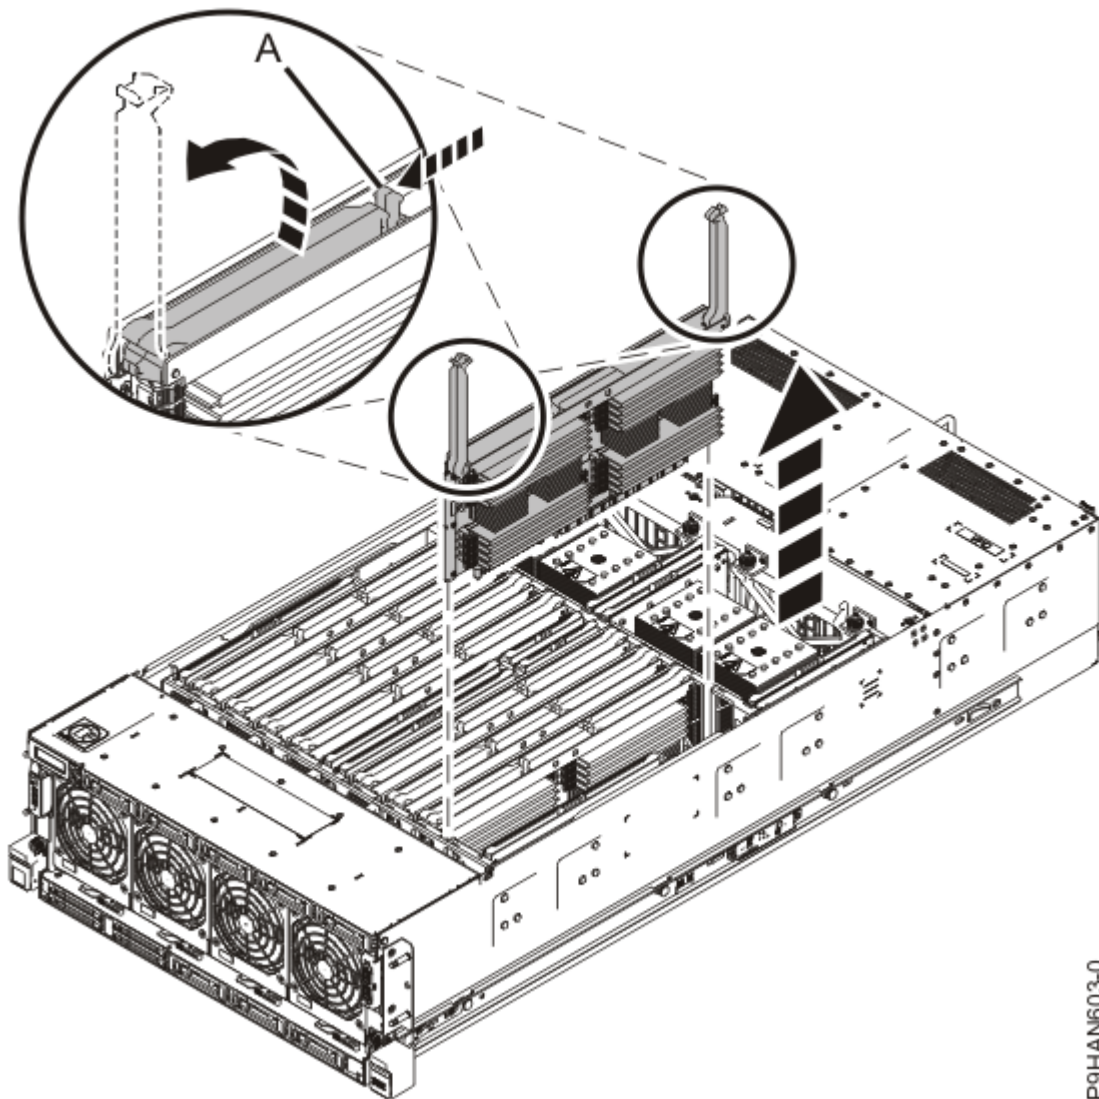

Abbildung 13. Speicherriserkarte entfernen
- a) Öffnen Sie die Entriegelungshebel **(A)** auf der Speicherriserkarte (siehe Abbildung 13 auf Seite 16).